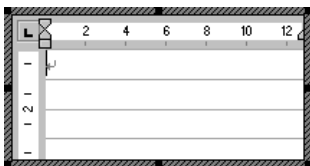

图 9.4.2 绘图区的 OLE 对象
Step4. 在 **对象类型(T):** 列表中选取 **Microsoft Word 文档** 选项, 作为要插入到 Pro/ENGINEER 工程图中的对象类型, 单击 **确定** 按钮, 插入 OLE 对象, 在绘图区会出现图 9.4.2 所示的 Word 文档作为 OLE 对象。